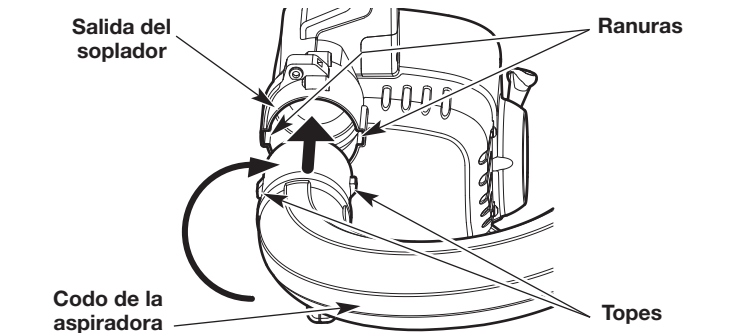

Fig. 8
2. Alinee los topes del tubo acodado de la aspiradora con las ranuras de la salida de la sopladora (Fig. 8). El extremo ancho del tubo acodado debe apuntar hacia la derecha.
3. Inserte el tubo acodado de la aspiradora en la salida de la sopladora (Fig. 8).
4. Gire el tubo acodado de la aspiradora hasta que calce en su lugar (Fig. 8).